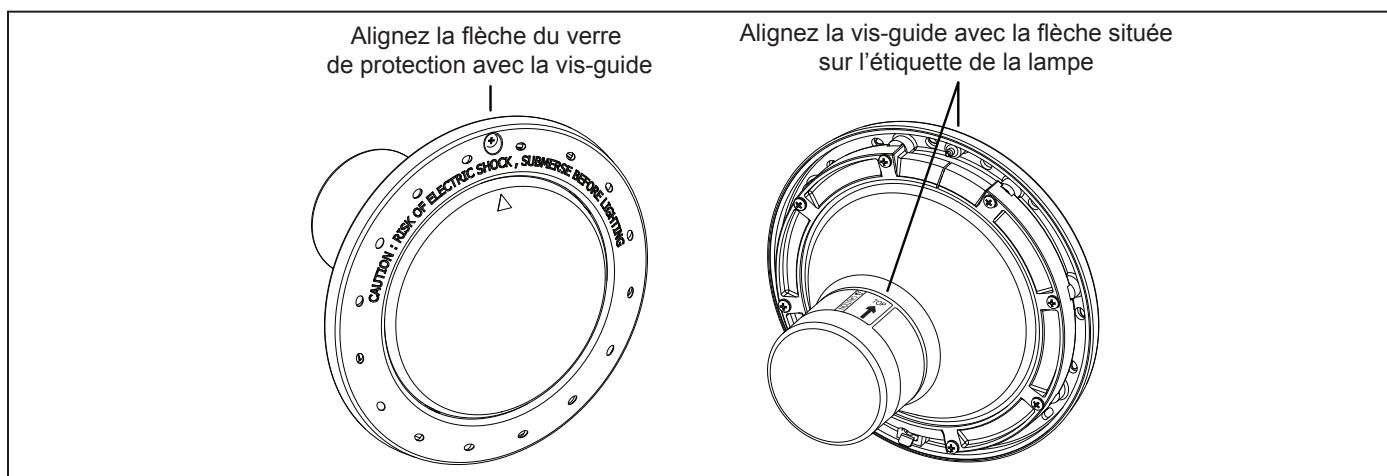

Figure 8. Alignement du verre de protection, de la bague avant, du boîtier et des crochets supports des lampes blanches de piscine
- c. Positionnez le verre de protection et le joint sur la lampe. Placez la bague avant et le crochet-support sur le verre de protection et mettez la vis-guide en face de la petite flèche qui se trouve sur le devant du verre de protection. Notez que la petite flèche qui se trouve devant le verre de protection et que la vis-guide de la bague avant doivent être mis en face de la flèche de l'étiquette de la lampe indiquant « La flèche de cette étiquette doit être alignée avec la vis-guide de la bague avant ». Voir la Figure 8.
- e. Répartissez le crochet-support du bas sur le câble électrique et faites-le glisser à l'arrière de la lampe sur le crochet-support du haut. Voir la Figure 8.
- f. Serrez les huit (8) vis cruciformes de la lampe de piscine ou les six (6) vis cruciformes de la lampe de spa en serrant tour à tour les vis qui sont en face l'une de l'autre. Serrez les vis à environ 20 po-lbs (2,2 Nm). Ne les serrez pas plus qu'il ne faut.